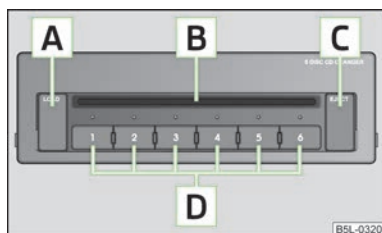

Fig. 114
- Pulsar la tecla **C** » fig. 114 e introducir el CD (Compact Disk) en el hueco para CDs **B**. El CD se coloca automáticamente en la posición libre más baja del cambiador de CD. El testigo de la tecla correspondiente **D** deja de parpadear.
- Mantener la tecla **C** » fig. 114 pulsada durante más de 2 segundos e introducir todos los CDs, uno tras otro (máximo 6 CDs), en la cavidad de CDs **B**. Los testigos en las teclas **D** dejan de parpadear.
- Pulsar ligeramente la tecla **C** » fig. 114. Los testigos de control en las teclas **D** se iluminan donde las posiciones de memoria están ocupadas y parpadear donde las posiciones de memoria siguen libres.
- Pulsar ligeramente la tecla **A** » fig. 114 para expulsar un CD. Para las posiciones de memoria ocupadas se iluminan los testigos de control de las teclas **D**.
- Mantener pulsada la tecla **A** » fig. 114 más de 2 segundos. Todos los CDs del cambiador de CD son expulsados uno tras otro.
- Introducir el CD en la cavidad de CD **B** » fig. 114 siempre con la cara impresa hacia arriba.